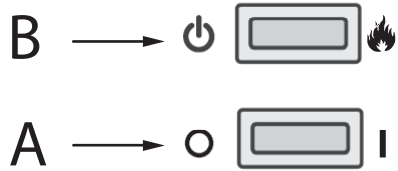

Fig.2
1. Pulse el interruptor "A" para **(0)**. (Vea la Fig. 2)
8. Pulse el interruptor "B" una vez para encender el efecto de la llama. (Vea la sección de control manual y la Fig. 2).
9. Pulse el interruptor "A" hacia la posición "ON" (I). (Vea la Fig. 2)
2. Pulse el interruptor "A" hacia la posición "OFF" **(0)** (Vea la Fig. 2).
9. Pulse el interruptor "A" hacia la posición "ON" (I) (encendido) (Vea la Fig. 2).